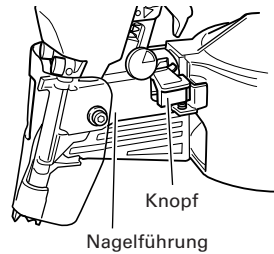

Abb. 17
- (1) Reinigen Sie von Zeit zu Zeit die gleitenden Teile des Verschlusses und ölen Sie ihn ein. (Siehe Abb. 17.)